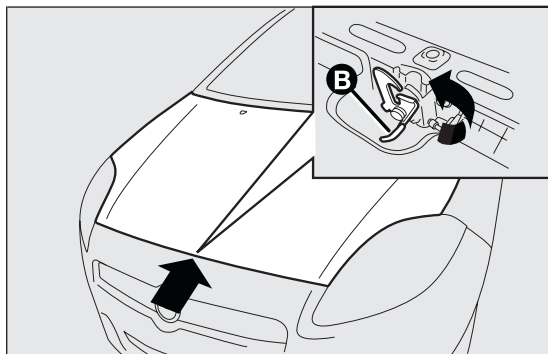

fig. 99
- ☐ tirare la levetta B fig. 99 e sollevare il cofano.